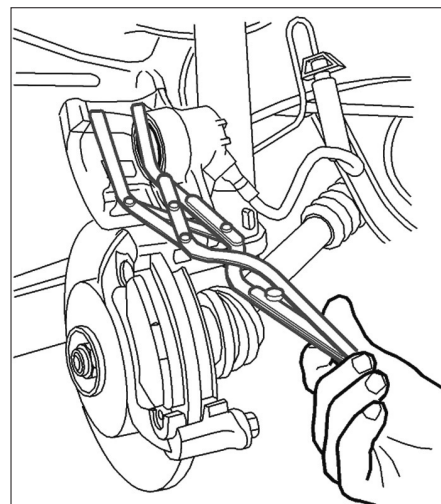

FIG. 8
- repousser le piston (avec, par exemple, une pince FACOM D.60A) (Fig.8).